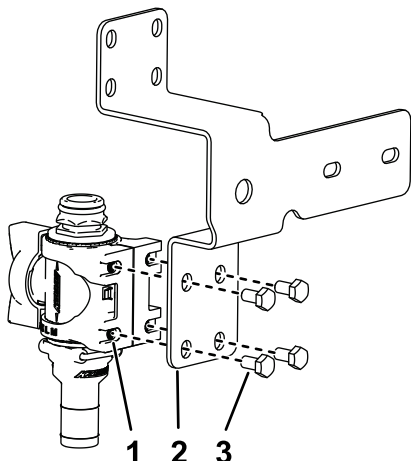

Figura 28
7. Montai suportul pentru supapă pe consola inclusă a supapei de control (Figura 28) cu cele 4 uruburi cu guler (M6 x 12 mm); strângei uruburile la 10 – 12 N·m.